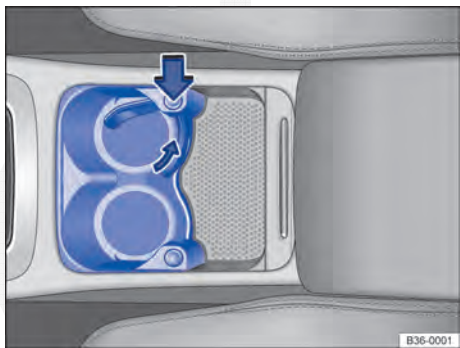

Fig. 209 No console central: porta-copos dianteiro.
• Apertar o botão ⇒ Fig. 209 (seta grande) para liberar o suporte.
• Desrosquear o engate do suporte de sua fixação, girando no sentido contrário ao da seta menor ⇒ Fig. 209 e removê-lo.